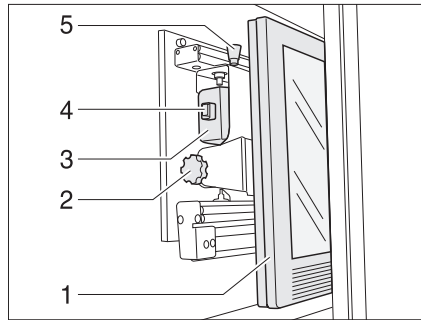

Fig. 83 Armario de TV
- Presionar el botón de desbloqueo (Fig. 83,5) y tirar el soporte para la pantalla plana hacia adelante hasta el tope agarrándolo del tirador (Fig. 83,4).
- Tirar del botón de desbloqueo (Fig. 83,1) y girar la pantalla plana (Fig. 83,2) a la posición deseada.
- Aflojar el tornillo moleteado (Fig. 83,3).